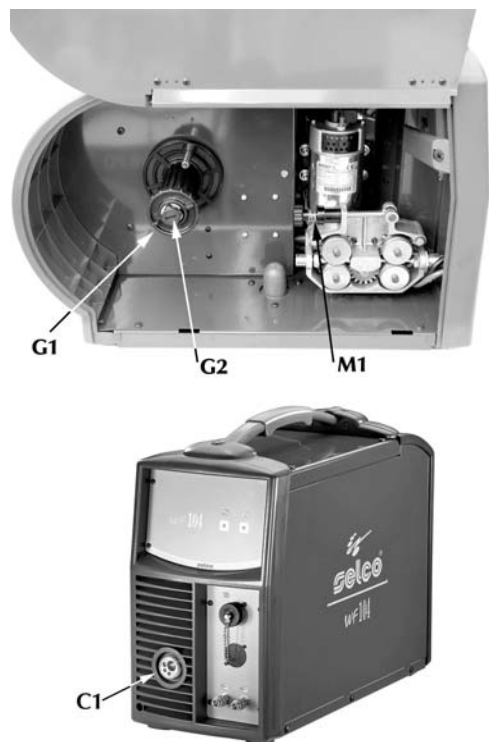

Fig. 10 Pormenores do carro amovível
- Desparafusar o anel (G1 fig. 10) do carretel porta-bobina e inserir o carretel.
Fazer entrar no alojamento também o pivô metálico do carretel, voltar a colocar o anel (G1) na sua posição e regular o parafuso de fricção (G2 fig. 10)
- Desbloquear o suporte de arrastamento do motorreductor (M1 fig. 10), introduzindo a extremidade do fio no casquilho guia fio e, fazendo-o passar sobre rolo, na conexão da tocha.
- Inserir a tocha, completa de bainha, na conexão centralizada (C1 fig. 10) aparafusando completamente o anel. Se a tocha é refrigerada por água, ligar os tubos de alimentação e descarga nas conexões.